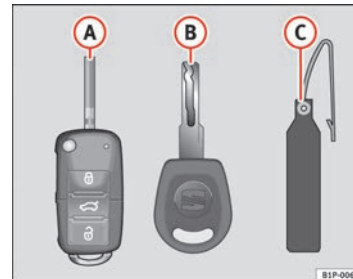

Abb. 44 Schlüsselsatz
- einem Funkschlüssel ⇒ Abb. 44 (A)
- einem Schlüssel ohne Funk-Fernbedienung (B)
- einem Kunststoffanhänger* (C).
- zwei Schlüssel ohne Funk-Fernbedienung (B).